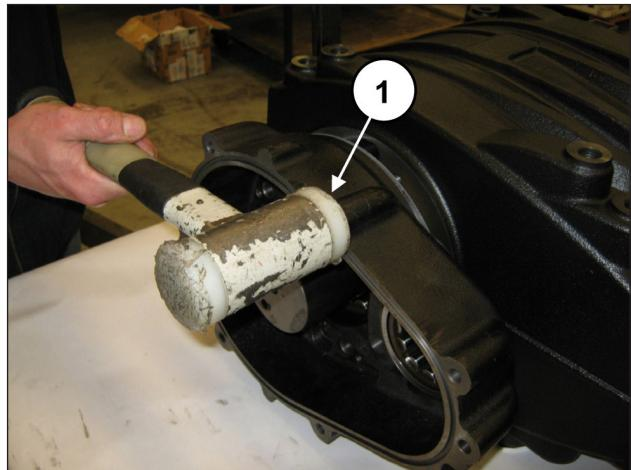

图 65
安装齿轮减速箱（及相应密封圈），可使用锤子（位置①，图 65）。